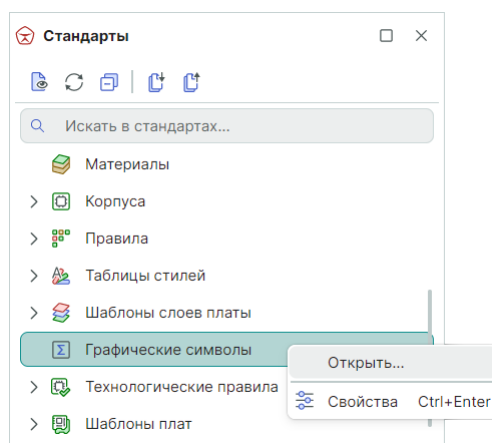

Рис. 140 Вызов редактора графических символов
2. Вызовите для узла контекстное меню и выберите команду «Открыть...» или откройте с помощью двойного клика мыши, см. Рис. 140.